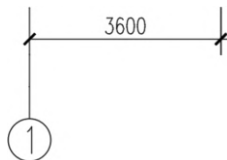

图 3-24 ①轴轴线标注
输入1//注写①号轴线编号,并按ESC键,结束当前命令,如图3-24所示。